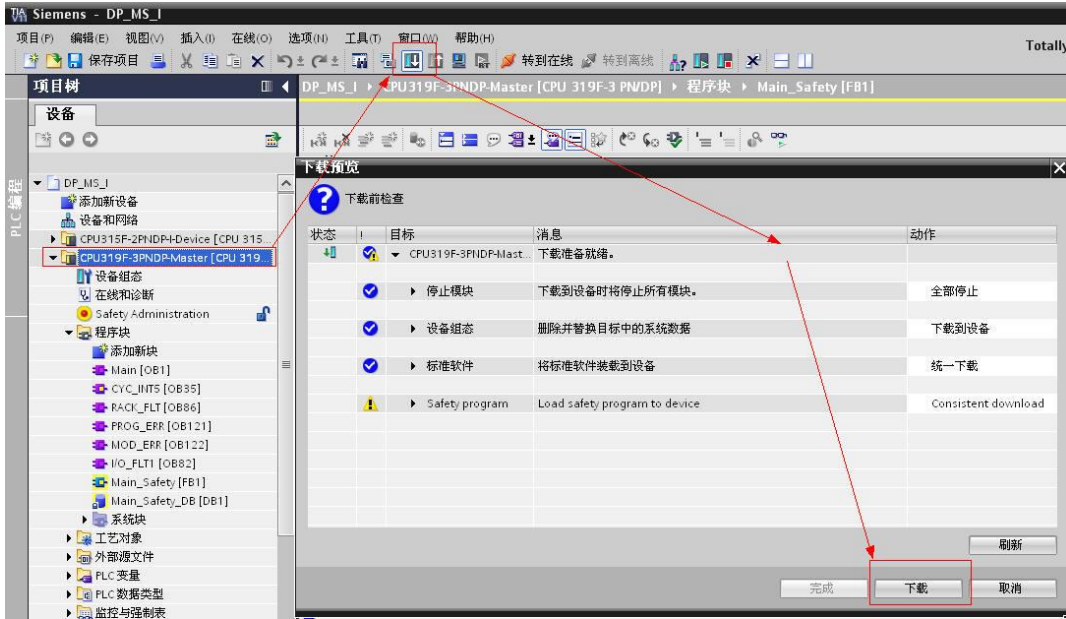

图 2-22 下载程序
7) 将所有程序下载到 PLC 内，如图 2-22。以上所有过程和程序，CPU317F、CPU315F 均需要编写。